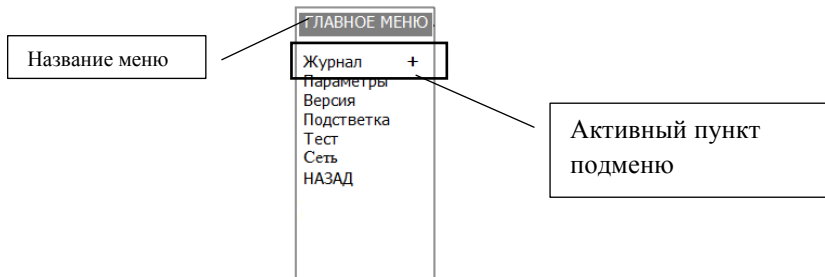

Рис. 22 Главное меню прибора
3.1.2 Главное меню представлено на рис.22, где символом «+» выделен активный пункт меню.